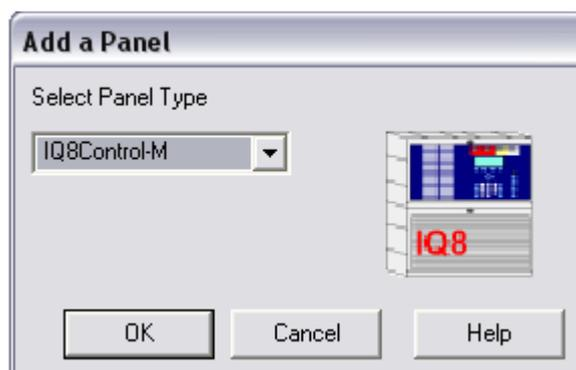

Рисунок 2 — Окно Add a Panel
2. В программе **Tools 8000.exe** на панели задач в меню **Project** выберите **Add a Panel**. Выберите тип подключенной панели (рисунок 2). Нажмите на кнопку **OK**.